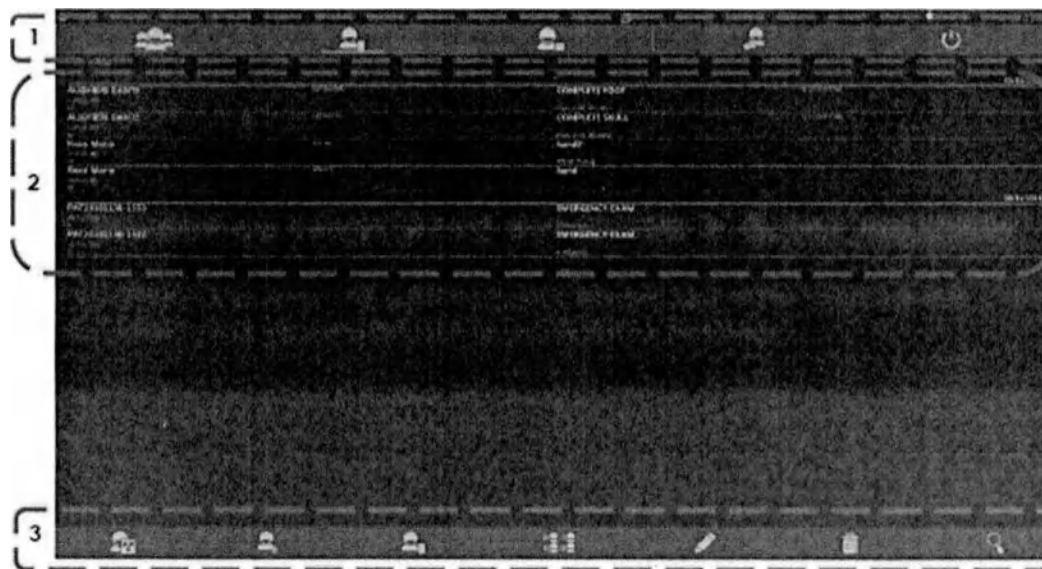

Рисунок 15
- 1) Разблокируйте фиксаторы на передних и задних колесах F (см. рисунок 15).
- 2) Используйте рукоятки M для перемещения стойки (см. рисунок 15). Фиксаторы необходимо заблокировать при установке стойки в положение «парковки».